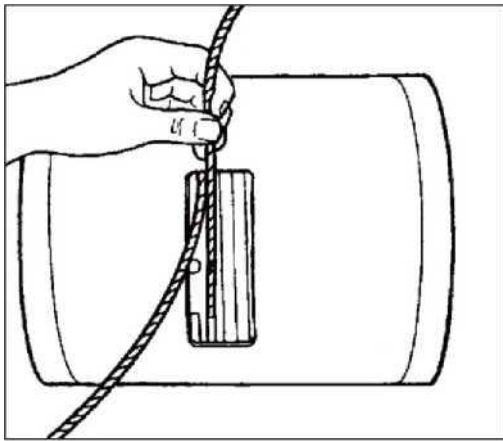

图 9.4
2. 将钢丝绳的尾端插入气缸上的固定孔中，并进入凹槽，将钢丝绳穿过凹槽直到尾端露出，拉动尾端并一直拉动，直到钢丝绳铆接爪被拉入气缸上的固定孔中 (图 9.4)